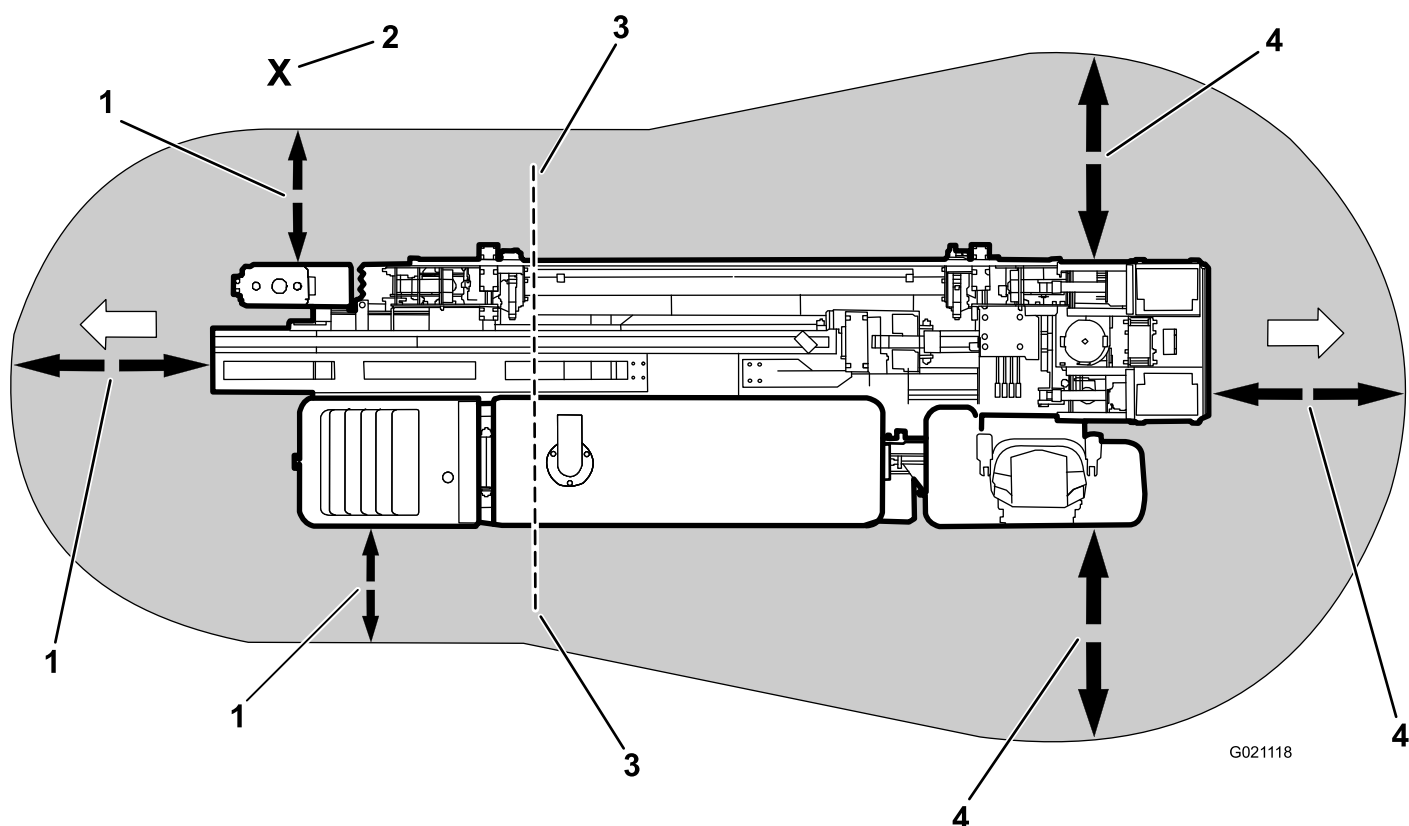

Bild 3
- Die Fahrsteuerung neben der Maschine, doch außerhalb des Gefahrenbereichs bedienen (**Bild 3**).